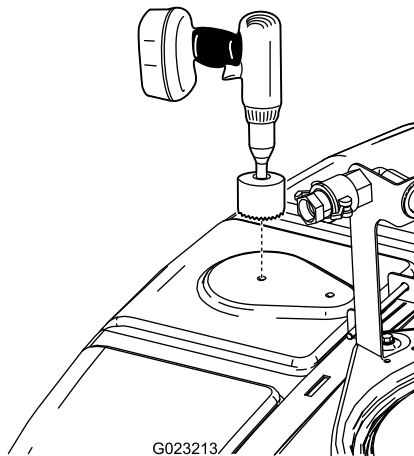

Figura 13
1. Localice la posición delantera en la parte superior del depósito según se muestra en Figura 13.
2. Utilice una broca de corona de 9 cm (3-5/8") para perforar un taladro en el punto marcado (Figura 13).